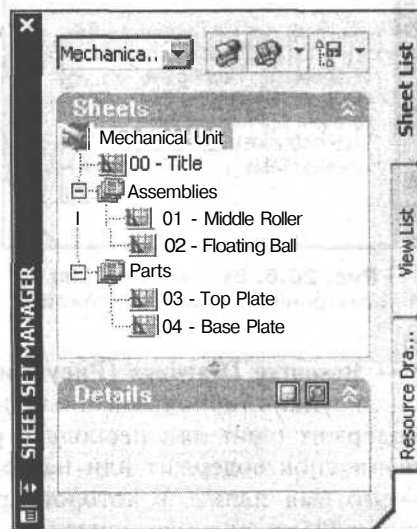

Рис. 20.5. Окно диспетчера подшивок после открытия выбранного файла
3. Щелкните на кнопке **Open** (Открыть), после чего AutoCAD выведет список рисунков в окне **SHEET SET MANAGER** (Диспетчер подшивок) (рис. 20.5).